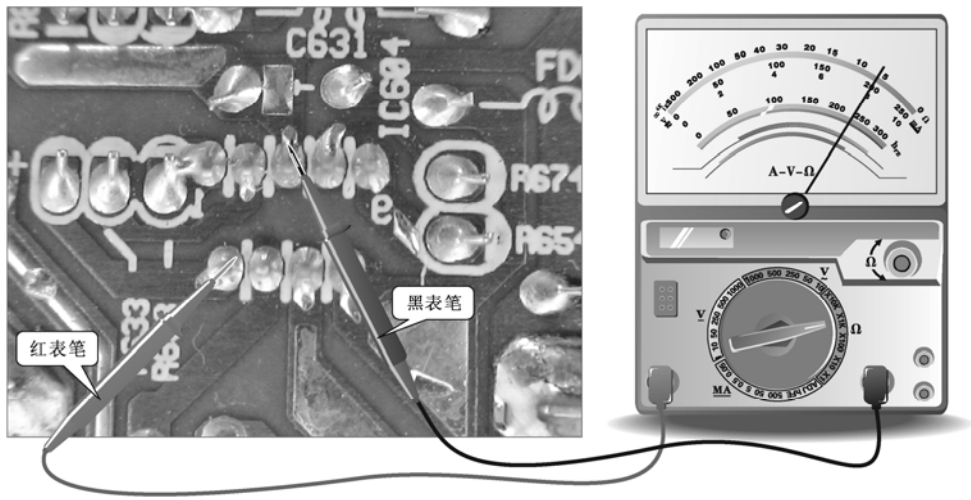

图 2-61 测量 LM2435T 引脚间的阻值
另外，判断集成电路 LM2435T 是否正常还可以在断电的状态下检测该集成电路各引脚的对地正、反向阻值。如图 2-61 所示，首先，用万用表的黑表笔接触⑤接地引脚，用红表笔依次接触其他引脚，并记录测量结果。然后调换表笔，用红表笔接地，用黑表笔依次接触其他引脚，并记录测量结果，各脚正、反向阻值见表 2-4。